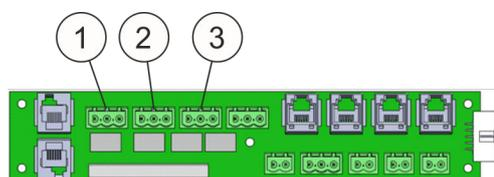

Fig. 72 : Bornes de raccordement
- Borne de raccordement pour sortie de relais »Pré-alarme« (Fig. 72 /1)
- Borne de raccordement pour sortie de relais »Alarme incendie« (Fig. 72 /2)
- Borne de raccordement pour sortie de relais »Extinction« (Fig. 72 /3)